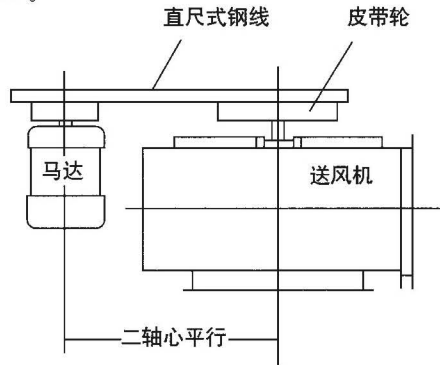

图21
(2) 风机皮带轮与马达皮带轮之外侧面必须在同一平面上。装配时可以钢线或直尺测量(图21)。
(3) 同一号码的V型皮带亦可能有长短不一的情况，故安装前必须加以选择，安装后再注意其松紧。
(4) V型皮带装上后，其松紧若有不合，可用马达底座上的调整螺丝调整。
(5) 送风机扇轮转动时，皮带与皮带轮之间不可因太松而有滑动现象。在距离轮轴约一公尺处，以手指轻按皮带，若压下程度在“一个皮带厚度”左右，则松紧即适当。
(6) V型皮带若过于紧，则会使轴承发热，轴亦有弯曲变形的可能。反之，如过于松弛，则会引起滑动，使送风机震动，发生噪音，并会将皮带轮沟摩擦损伤。
(7) V型皮带的换装